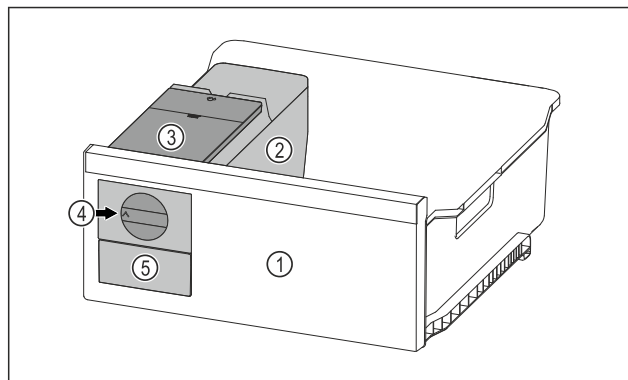

Fig. 137 Ilustrační zobrazení
- Otočte otočný knoflík Fig. 137 (4) ve směru hodinových ručiček až na doraz.
- Kostky ledu padají z misky na kostky ledu do zásuvky na kostky ledu Fig. 137 (5).